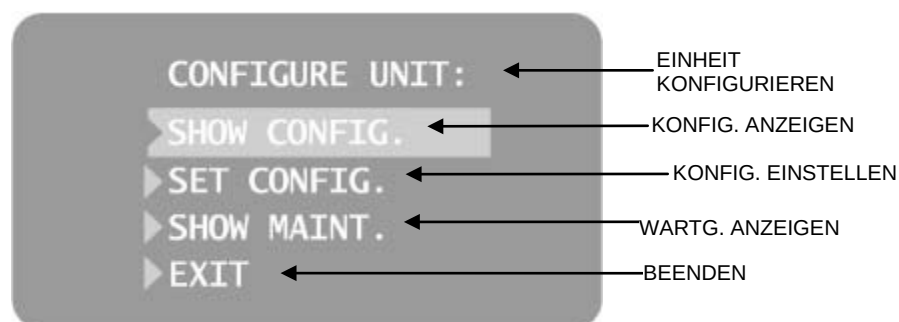
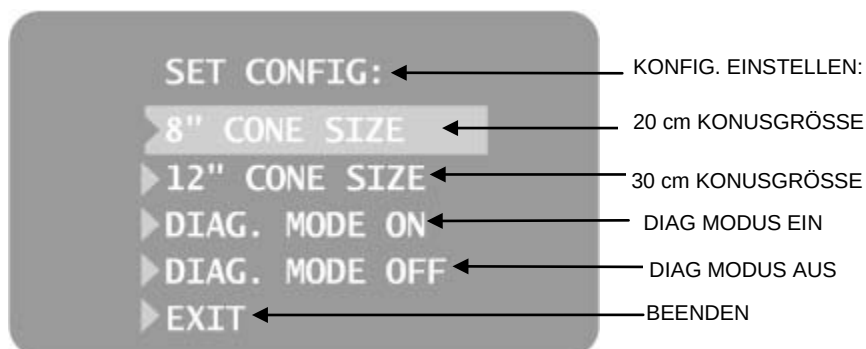

Abbildung 6
Abbildung 7
1. Im Hauptmenü „Systemkonfiguration“ (Abbildung 3) die Option EINHEIT KONFIGURIEREN wählen. Sie sehen das Menü „Konfigurationsmenü“ (siehe Abbildung 6).
Wenn die Option KONFIG. EINSTELLEN im Menü „Konfiguration“ (Abbildung 6) gewählt wird, wird das Menü „Konfiguration einstellen“ (Abbildung 7) mit Optionen zum Ändern der Konusgröße angezeigt. Die Preva-Dentalröntgenanlage ist werkseitig für die Verwendung eines Konus von 20 cm eingestellt. Der Konus von 30 cm Länge (30-A2033) ist erhältlich. Die Verwendung des längeren Konus erfordert längere Belichtungszeiten, die die Preva-Anlage beim Wechseln der Konusgröße im Menü „Konfiguration einstellen“ automatisch auswählt.
1. Im Hauptmenü „Systemkonfiguration“ (Abbildung 3) die Option EINHEIT KONFIGURIEREN wählen. Sie sehen das Menü „Konfigurationsoptionen“ (siehe Abbildung 6).
2. Die Option KONFIG. EINSTELLEN wählen. Sie sehen das Menü „Konfiguration einstellen“ (siehe Abbildung 7).
1. Im Hauptmenü „Systemkonfiguration“ Abbildung 3 die Option EINHEIT KONFIGURIEREN wählen. Sie sehen das Menü „Konfigurationsoptionen“ (siehe Abbildung 6).